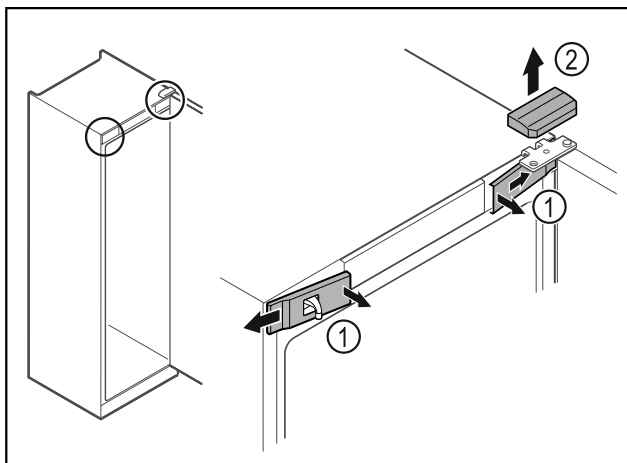

Fig. 13
- ▶ Lossa skydden fram Fig. 13 (1) på insidan och ta av dem åt sidan.
- ▶ Ta av det övre skyddet Fig. 13 (2) uppåt.